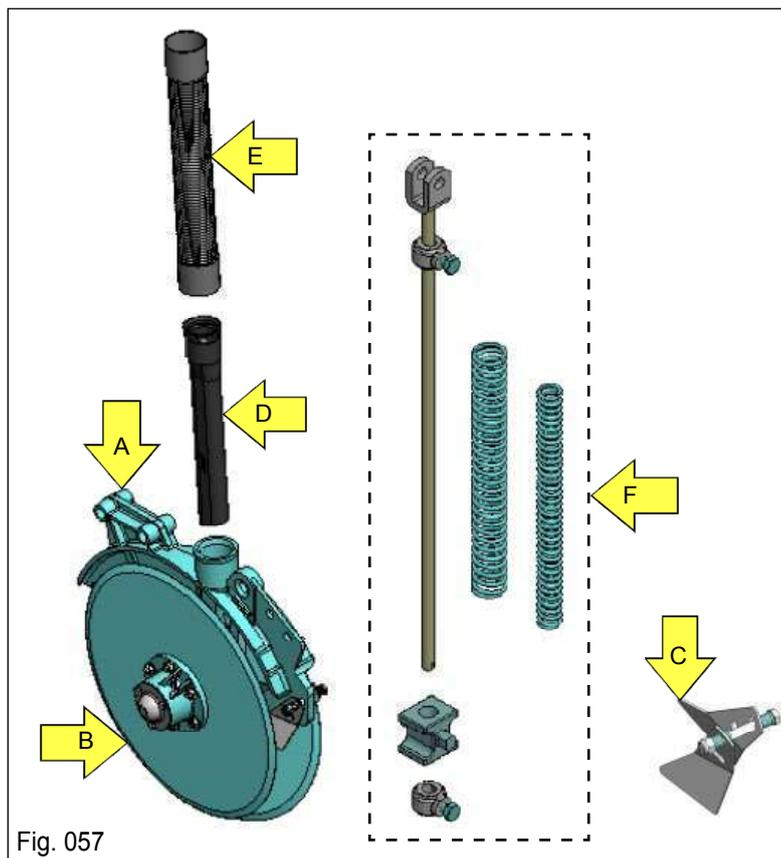

Fig. 057
f) Conjunto da haste reguladora de profundidade, equipada com molas duplas e buchas de fixação para a regulagem da profundidade de atuação do conjunto sobre o solo (Fig. 057).